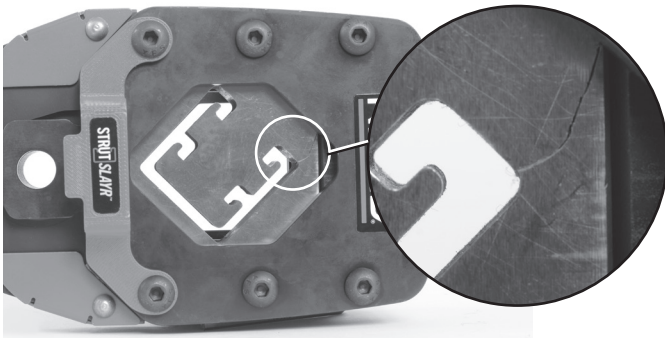

Figure 2A – Exemple de fissuration de lame
- La présence éventuelle de lames fissurées ou ébréchées (*Figure 2A*),